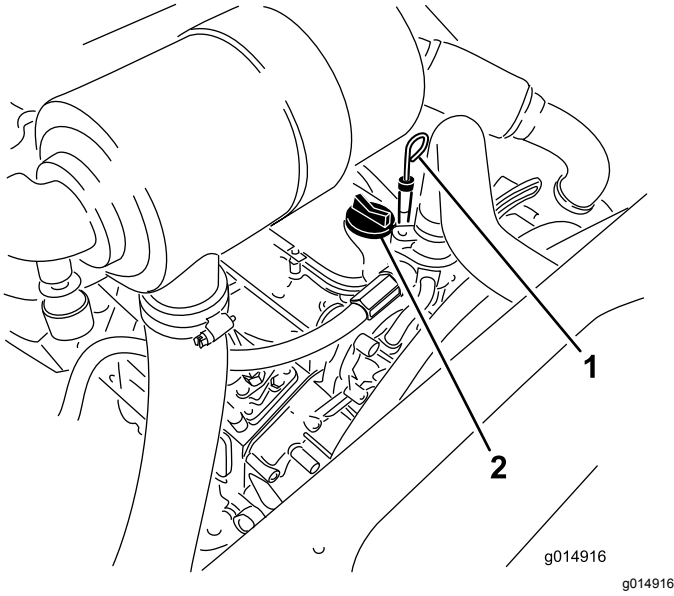

Figura 35
- Retire a vareta, limpe-a e volte a colocá-la (Figura 35).
- Se o nível de óleo se encontrar abaixo da marca CHEIO da vareta, retire a tampa de enchimento (Figura 35) e adicione óleo até que o nível atinja a marca CHEIO. **Não encha demasiado.**